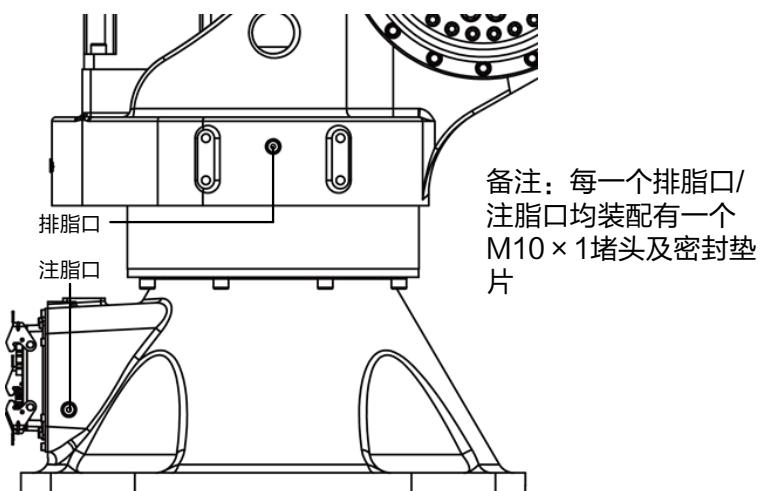

图 10-6 更换 J1 轴减速器润滑脂
- 步骤4.** 卸下排脂口 M10x1 堵头及密封垫片, 如图 10-6 所示。